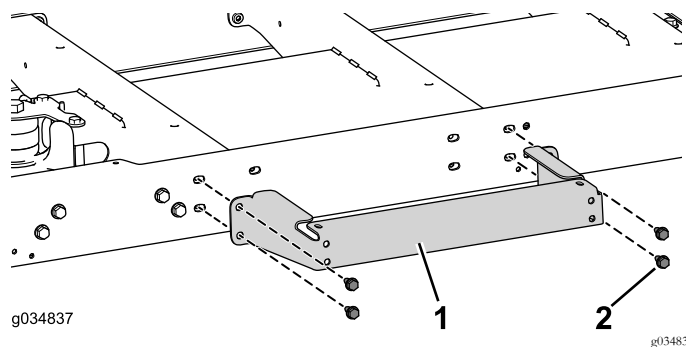

Figure 78
1. Avec les 4 boulons (5/16" x 3/4"), fixez légèrement le support de plate-forme au profilé central (Figure 78).